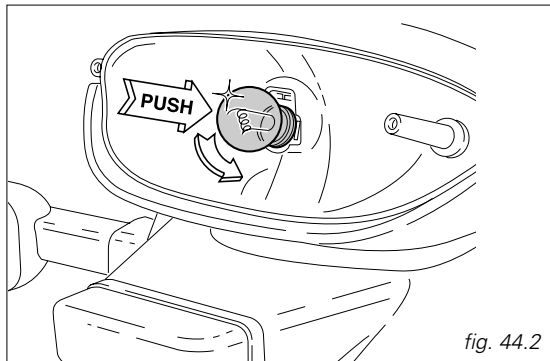

fig. 44.2
Per la sostituzione della lampadina luce arresto e posizione, si devono svitare le due viti (1, fig. 44.1) che fissano il trasparente e rimuoverlo. La lampadina ha un innesto a baionetta, per estrarla occorre premere e ruotarla in senso antiorario. Sostituire la lampadina e reinserirla premendo e ruotando in senso orario fino allo scatto nella sede (fig. 44.2). Rimontare il trasparente e serrare le viti (1).